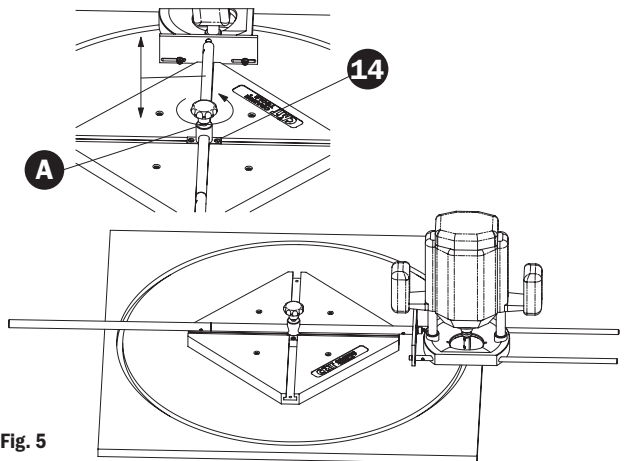

Fig. 5
(Fig. 5) Inserte la guía deslizante completa (A) en el interior de la ranura de la estructura de plástico (1), hágala deslizar hacia el centro de la estructura de plástico (1) donde las ranuras se cruzan y fíjela a la estructura de plástico (1) con los tornillos M4x25 avellanados (14). Haga deslizar la electrofresadora en los soportes para determinar el radio del círculo y, una vez conseguido, apriete los manguitos de guía (7) en sus pernos deslizantes (2).